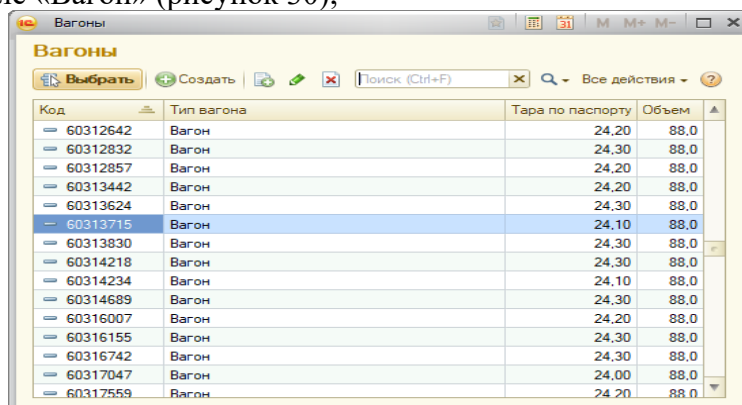

Рисунок 30
3.3.9.1 заполнить поле «Вагон» (рисунок 30);